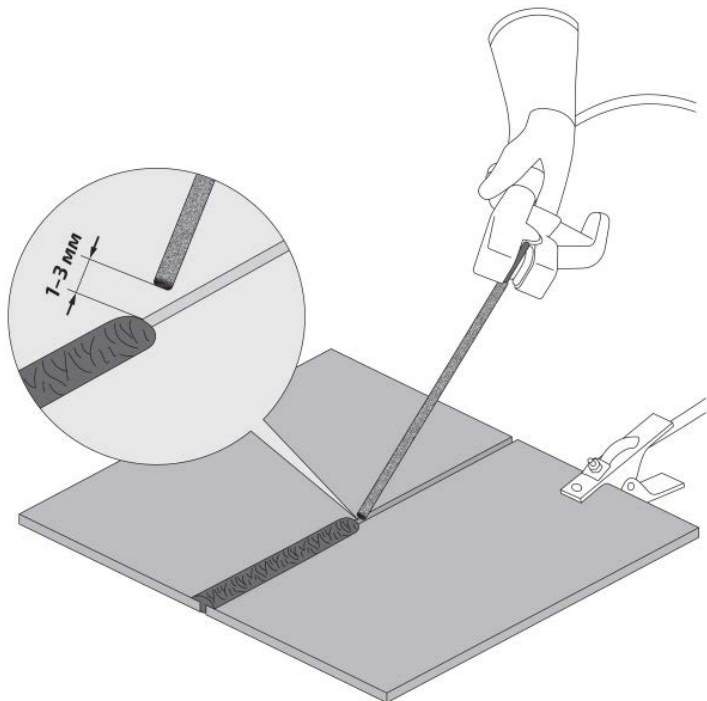

Рис. 11.7. Перед началом работы.
**7.** Начинайте сварочный процесс (см. рис. 11.7).
Перед началом работы не забудьте проверить следующее (см. рис. 11.7):